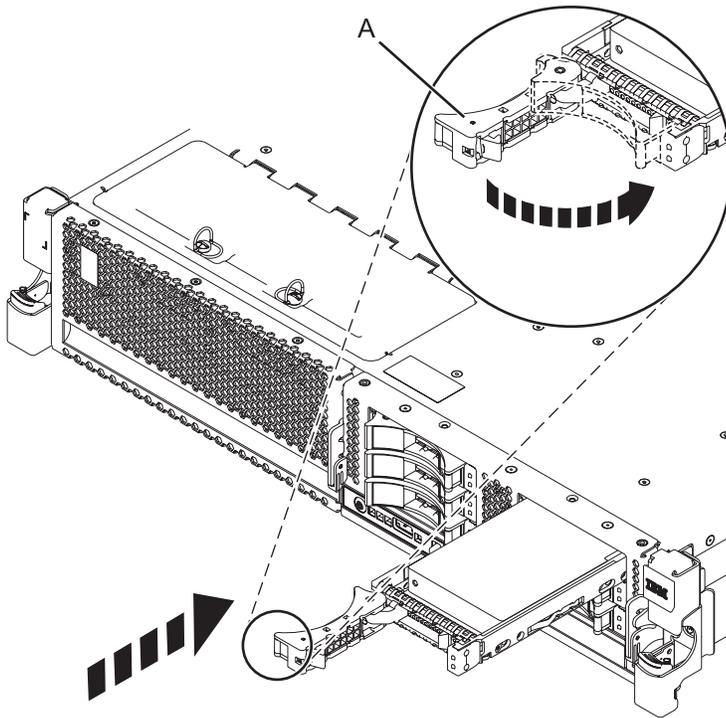

図 19. ディスク・ドライブのシステムへの取り付け
5. 識別 LED が明滅したら、ドライブをシステムの中に奥まで差し込み、ドライブのハンドル (A) をロックされるまで押します (図 19 を参照)。